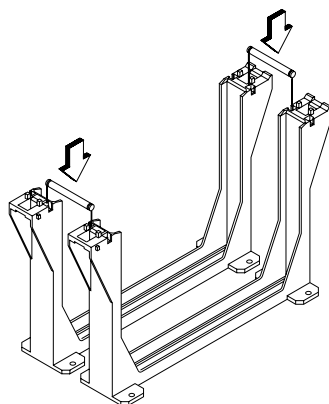

図 3-3 ジョイントバー
1. 固定装置の両方にジョイントバーを取り付けます。図 3-3 に示すように、固定装置の両側にジョイントバーをはめ込みます。